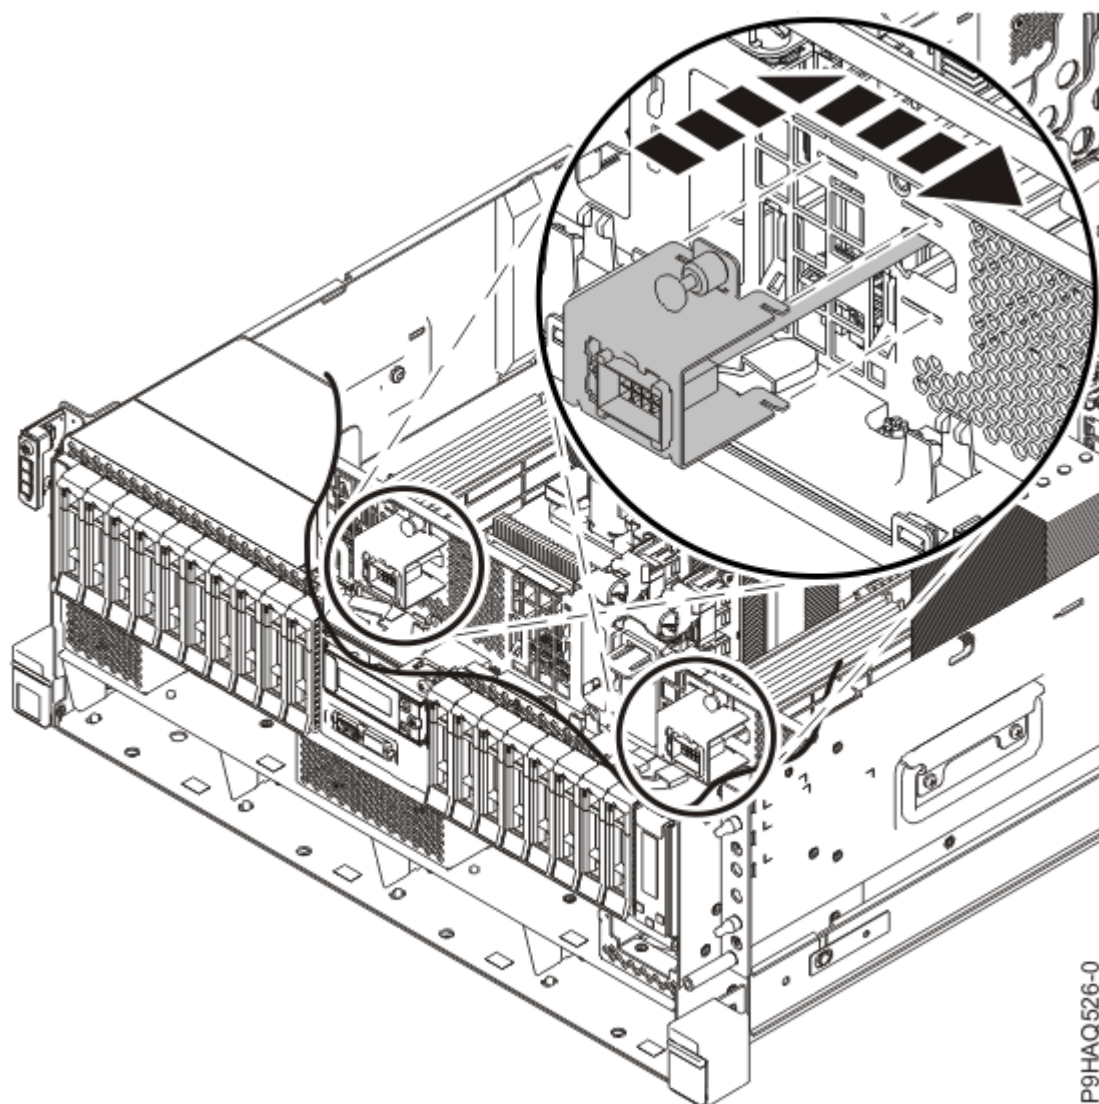
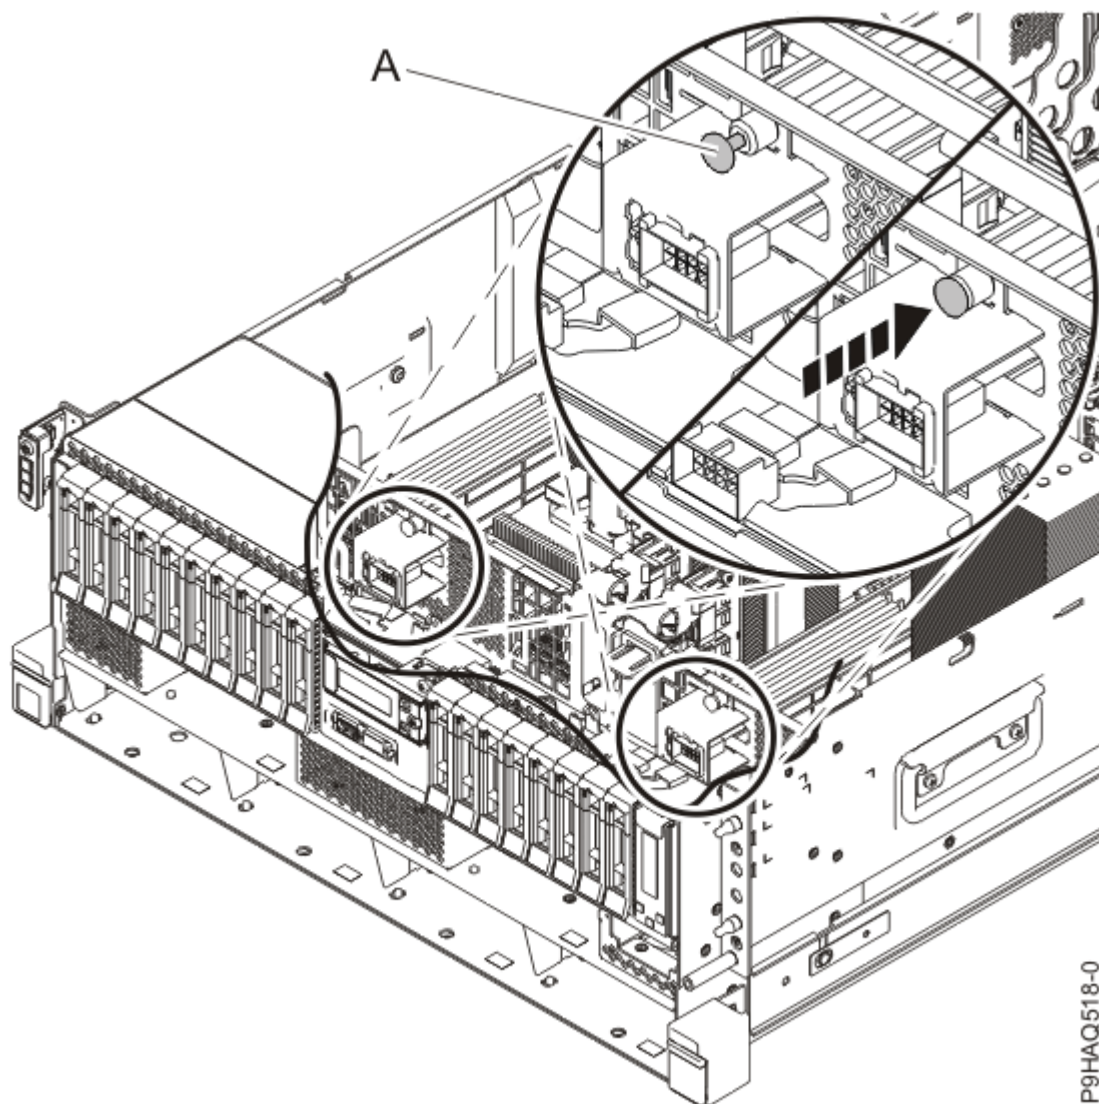

Figura 28: Substituindo o soquete na antepara
Figura 29: Prendendo o soquete do ventilador na antepara
3. Prenda o soquete do ventilador no anteparo, conforme mostrado na Figura 28 na página 34 e na Figura 29 na página 35.